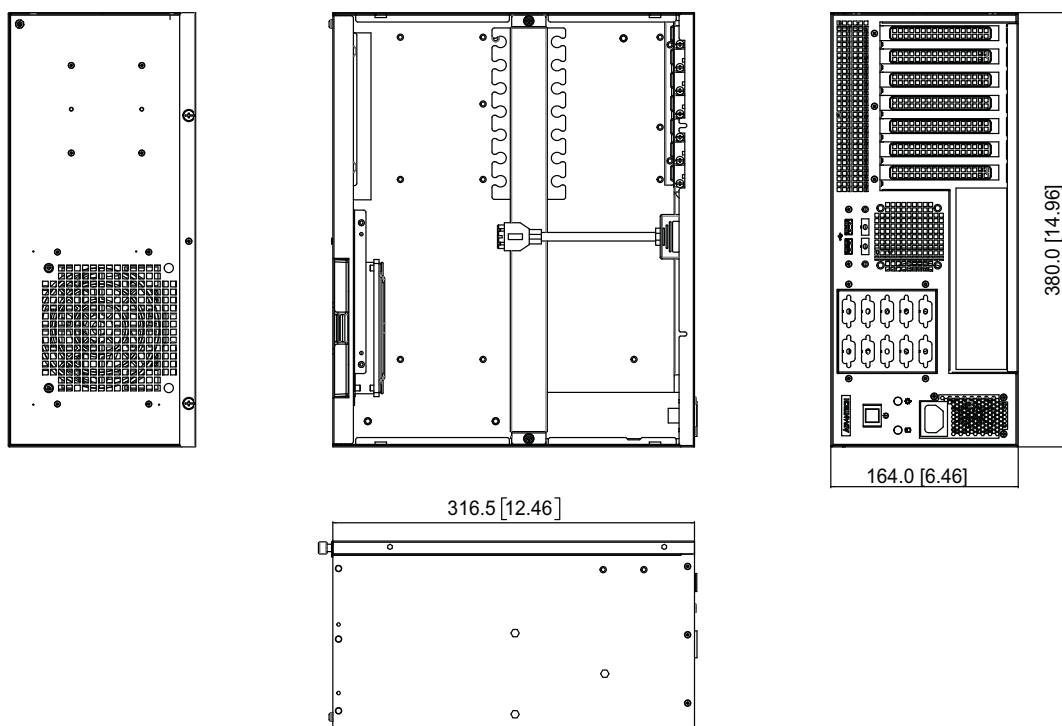

Figure 1.1 Dimension diagram/ 产品尺寸 / 產品尺寸
- Figure 1.1 Dimension diagram/ 产品尺寸 / 產品尺寸 4